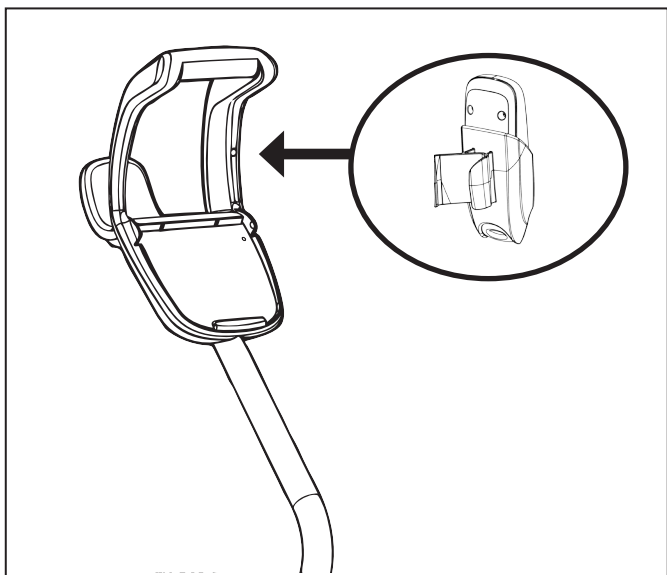

Figure 8. Enclencher le porte-télécommande
9. **(9550 Sport/P955)** Trouver la goupille située sur le porte-télécommande et l'aligner avec le réceptacle situé sur la poignée du chariot afin d'accrocher la télécommande au chariot (Figure 8).